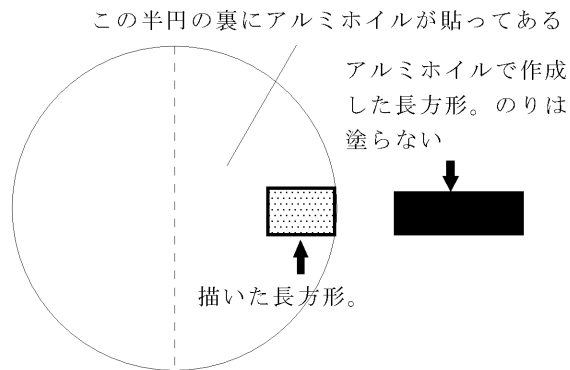
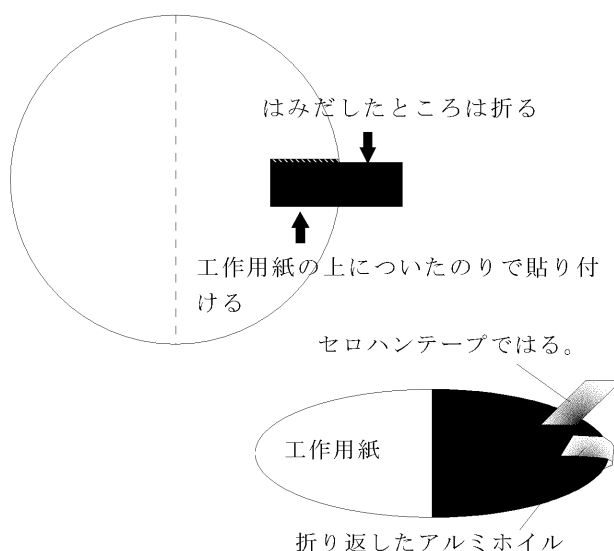

図5 コンデンサー作成2
図6 端子の貼り付け
- (3) 塩化ビニルシートにも、コンパスで半径6.5cmの円を描き、工作用紙の円と同じように
- (4) 工作用紙円盤の裏に図5のように、幅2.5cm、長さ3cmの長方形を描く。
- (5) 方法(4)で描いた長方形(図5の斜線部分)にのりを塗る。
- (6) 図5のように幅2.5cm、長さ6cmの長方形にアルミニウムはくを切る。このアルミニウムはくの部品は端子となる。
- (7) 方法(6)で作成した部品を工作用紙の裏、のりを塗った部分に貼り付ける。この際、アルミニウムはくには一切のりは塗らない。
- (8) 図6のように、はみだしたアルミニウムはくを折って、工作用紙の円盤の表にあるアルミニウムはくの上にセロテープで貼り付ける。